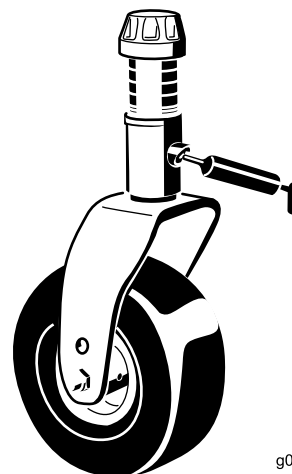

Figura 40
- Casquilho do veio da forquilha da roda (1) (Figura 40)